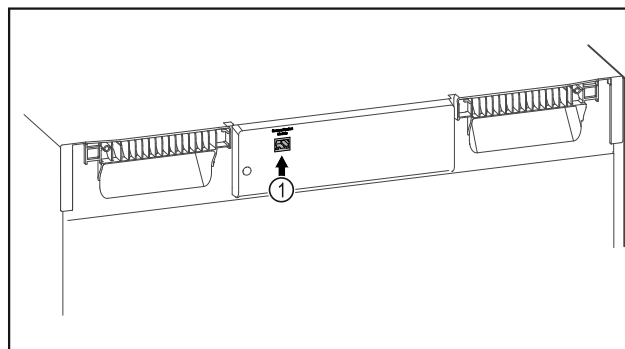

Fig. 157
- ☐ Je používán SmartModule Fig. 157 (1).